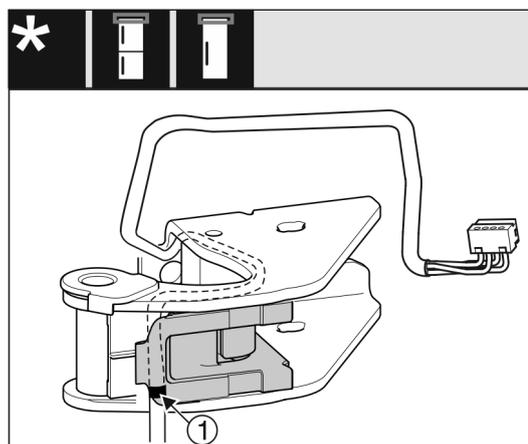

Fig. 29
- ▶ In questo modo la marcatura centrale Fig. 29 (1) dovrebbe trovarsi sul bordo del supporto del cavo.